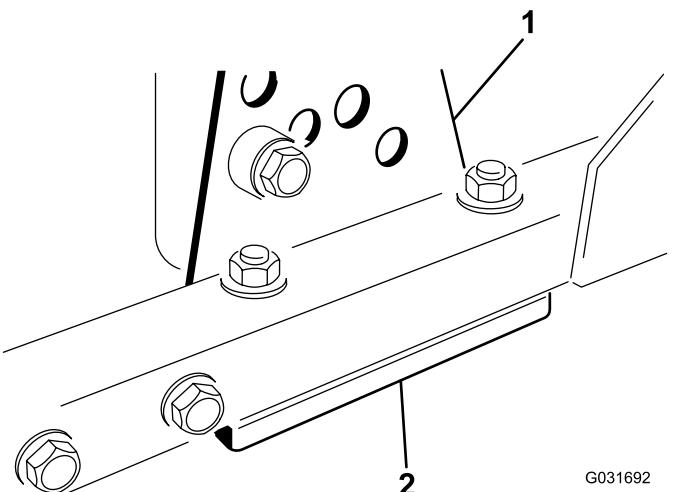

Bild 82
und der Halterung ein, um die gewünschte Schnithöhe zu erhalten (**Bild 82**).
1. Entfernen Sie die Schnitthöhen-Einstellhalterung (vorne, links oder rechts) vom Mähwerkrahmen (**Bild 82**).